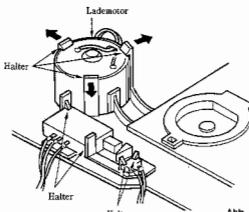

Abb. 5
(5) **Austausch des Lademotors und der Schalter (Abb. 5)**